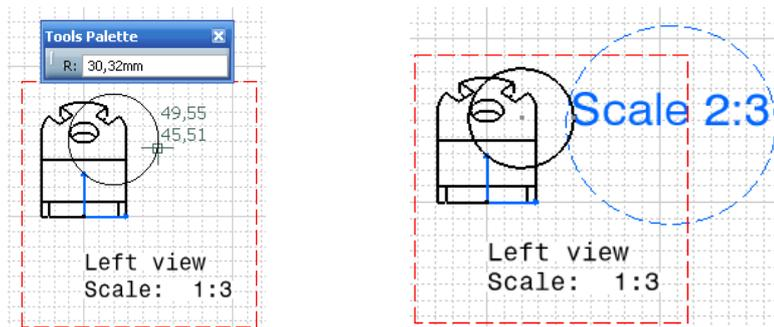

Ilustración 630: Definición de zona del detalle y posicionamiento.
- Se pica sobre la zona de la imagen activa, así se define el centro de la zona que se va a detallar (ver Ilustración 630). Se desplaza el cursor para definir el radio de la zona que se va a detallar y pulsando con el ratón, se da conformidad. Aparece, como se observa en la Ilustración 630, una circunferencia azul de trazos que se puede trasladar, en la que se indica la escala resultante del detalle (por defecto es el doble de la escala de la vista de la que se parte).